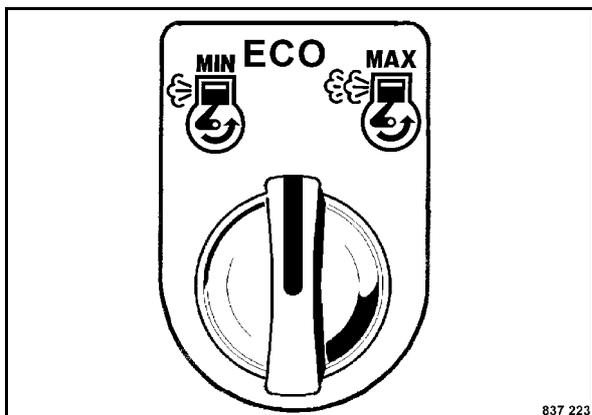

Fig. 70
- Avviare il motore diesel, porre l'interruttore (Fig. 70) in posizione "ECO" o "MAX".